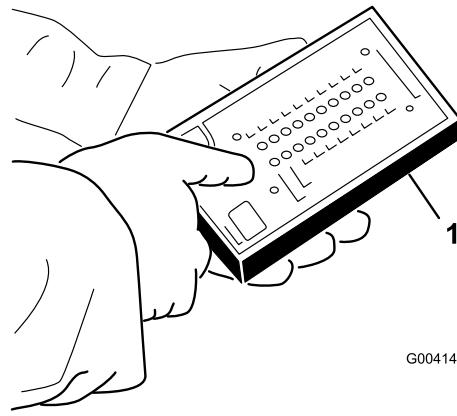

図 42
3. ハーネスのコネクタ図42にACEディスプレイ表面にのせるオーバーレイの種類を間違えないでください。